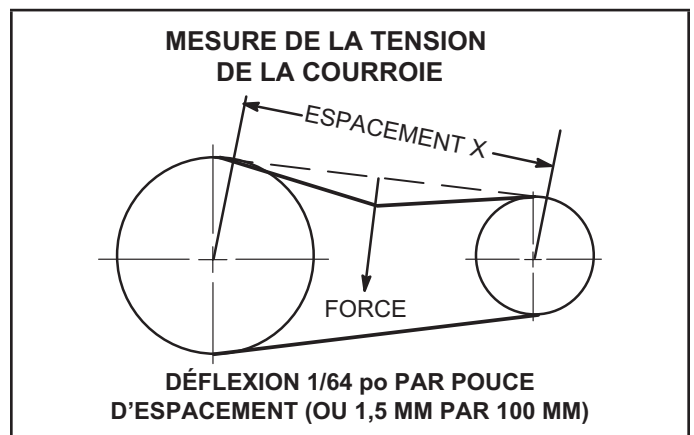

FIGURE 25
- 1 - Mesurer l'espacement X. Voir FIGURE 25.
- 2 - Appliquer une force perpendiculaire au centre de l'espacement (X) avec une pression suffisante pour faire fléchir la courroie de 1/64 po par pouce d'espacement ou 1,5 mm par 100 mm d'espacement.